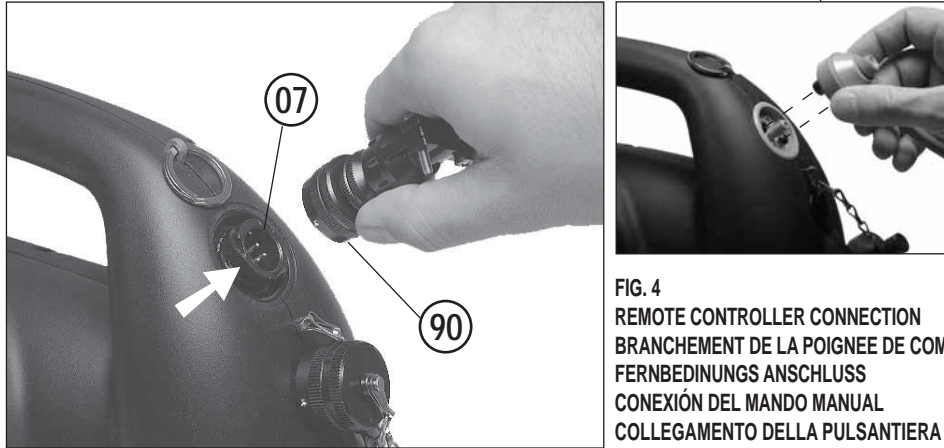

FIG. 4
- Enlever le bouchon de protection "**REMOTE CONTROLLER**", relier la poignée de commande au connecteur (07) (voir Fig. 4): serrer le connecteur (90) en tournant la bague dans le sens des aiguilles d'une montre jusqu'à ce qu'elle soit bloquée.
- S'assurer que le flexible est en parfait état; brancher le raccord femelle au raccord mâle de la tête hydraulique à utiliser, et le raccord mâle au raccord femelle (09) du groupe.
- Prendre la poignée de commande (10) et presser le bouton de mise en marche (VERT). De cette manière, on active le moteur du groupe qui met l'huile en pression et alimente la tête hydraulique qui lui est reliée.